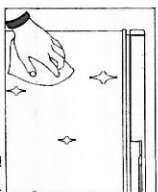

Fig. 1
- Las piezas plásticas nunca se deben lavar con agua caliente. Ver Fig. 1